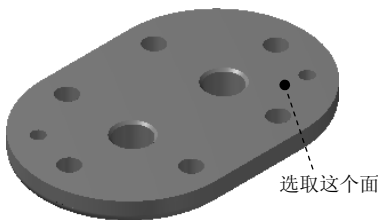

图 16.2 零件模型
Step1. 打开模型。选择文件 D:\mcx6.11work\ch16\ PUMP_TOP.MCX-6，系统进入加工环境，此时零件模型如图 16.2 所示。
(1) 选择下拉菜单 **C 绘图** → **V 曲面曲线** → **A 所有曲线边界** 命令。
(2) 在图形区选取图 16.2 所示的面为附着曲面, 然后在“标准选择”工具栏中单击  按钮完成附着曲面的定义, 同时系统弹出“创建所有边界线”工具栏。